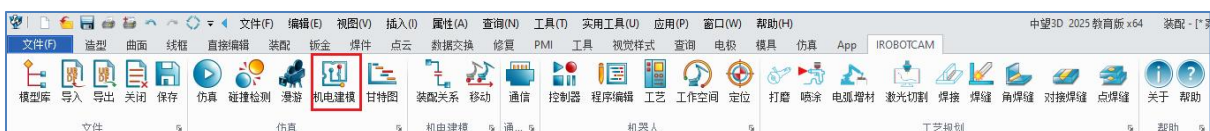

图 13-30: 机电建模按钮
- 创建两个信号适配器，名称用户自定义。(例如：“Turntable\_SD”和“Cylinder\_SD”)(图 13-30)
- 信号名称用户自定义命名。(例如：“Turntable\_S”和“Cylinder\_S”)(图 13-30)
- 在公式栏指派为和公式下复制上述信号的名称。(图 13-30)